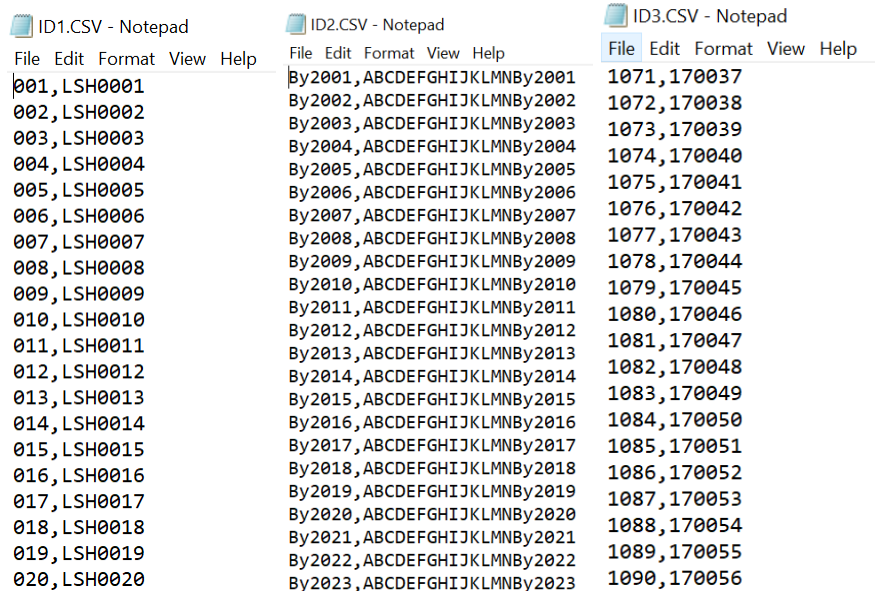

Figure 3-45 : Exemples de fichiers de valeurs ID
- Notez que ces fichiers ID doivent contenir à la fois l'index ID et les descriptions ID ; ils s'appellent ID1, ID2 et ID3, et sont enregistrés au format .csv, comme illustré à la Figure 3-45.